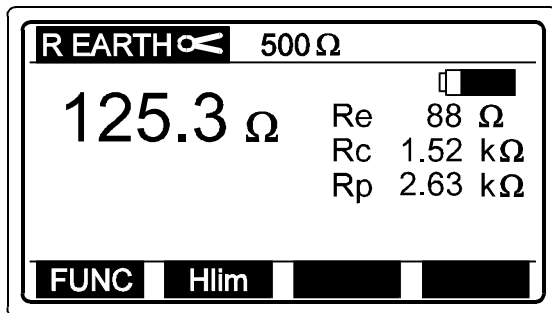

Fig. 26. Eksempel på Jordmodstandsmåling
- ◆ Tryk på **START** knap og hold den nede til resultatet er stabiliseret, derefter slippes **START** knap. Testresultatet vises på displayet (se fig. 26).